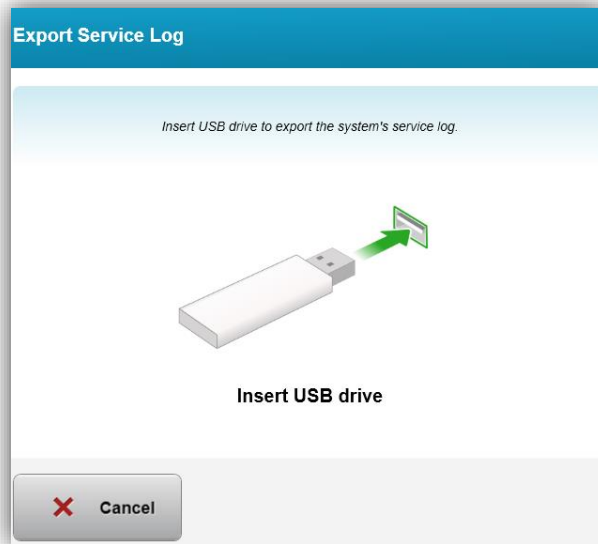

Figura 3-56. Esportazione del registro di sistema su chiavetta USB
- Attenersi alle istruzioni visualizzate per l’inserimento della chiavetta USB nell’apposita porta, come mostrato nella Figura 3-56.